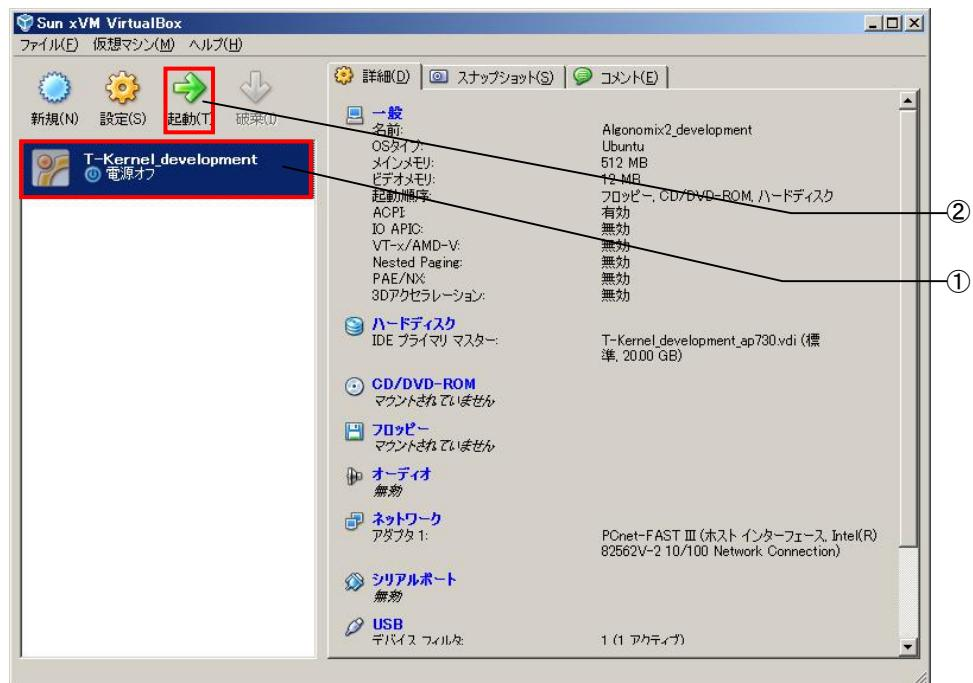

図2-2-5-1. 仮想マシンの起動
- ③ Ubuntu が起動し、図 2-2-5-2 のような仮想マシンのユーザ名、パスワード入力画面が表示されます。